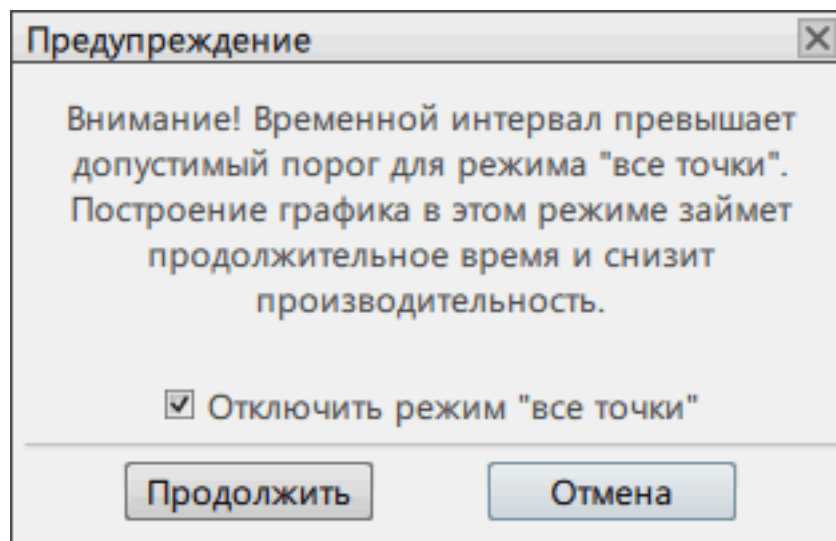

Рисунок 111 - Предупреждение при превышении порога интервала в режиме «Все точки»
1. Все точки (без агрегации). В данном режиме при превышении временного диапазона больше 10 минут появится окно с предупреждением (Рисунок 111).